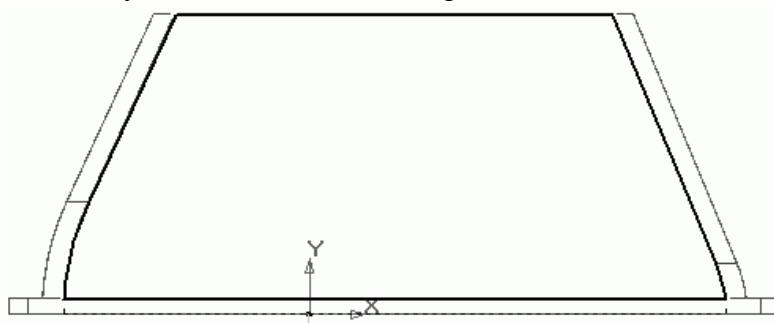

Рис. 3.76. Эскиз для выдавливания боковой стенки корпуса редуктора
8. Теперь можно перейти к построению боковой стенки. Ее можно выполнить обычным выдавливанием на величину толщины стенок, просто заполнив материалом де-тали промежуток между задней и передней стенками корпуса. Эскиз операции выдавлива-ния должен повторять контуры краев уже построенных стенок и фланца корпуса (рис. 3.76). Опорная плоскость эскиза – внутренняя торцевая грань фланца (вдоль его длинной стороны). Полагаю, вам будет несложно его построить.